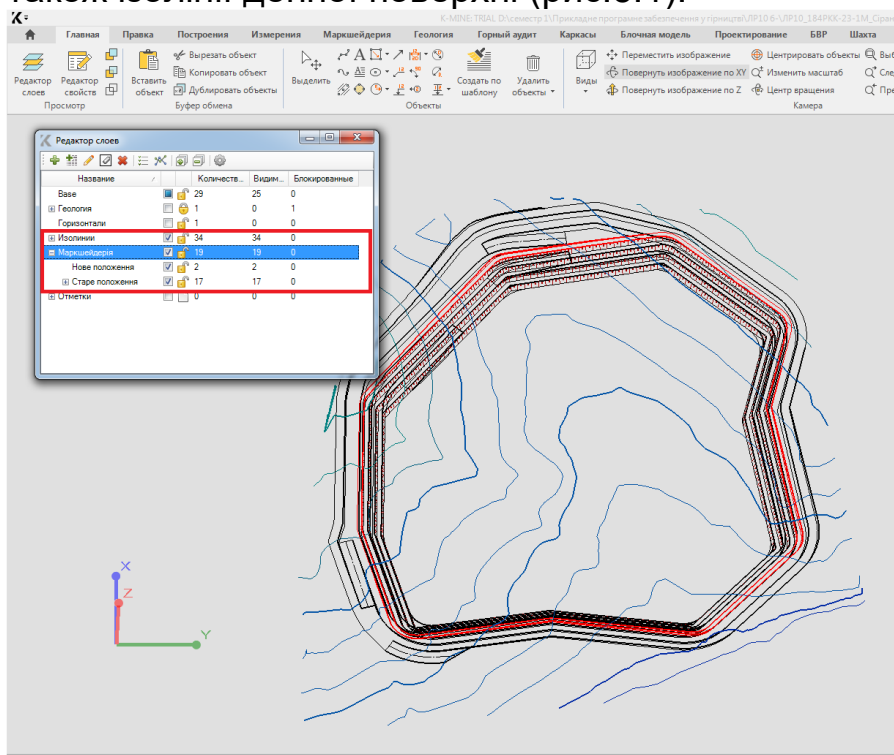

Рисунок 5.1. Старе і нове положення гірничих робіт
3. Переконайтеся, що в файлі присутнє старе і нове положення гірничих робіт, а також ізолінії денної поверхні (рис.5.1).